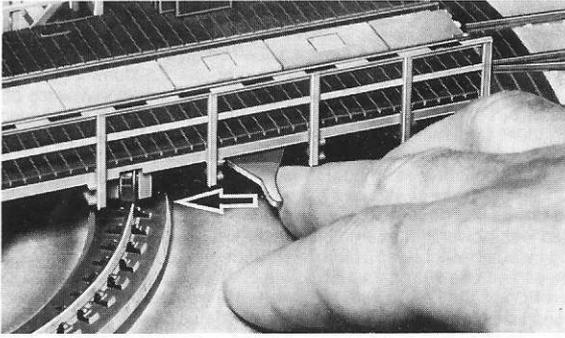
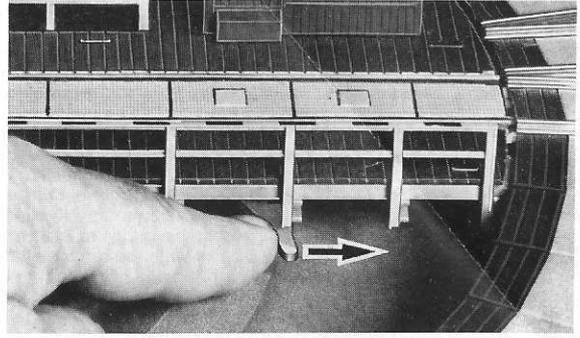

Fig. 11
Fig. 12
**Betätigen der Drehbühne von Hand** siehe Fig. 11 und Fig. 12.